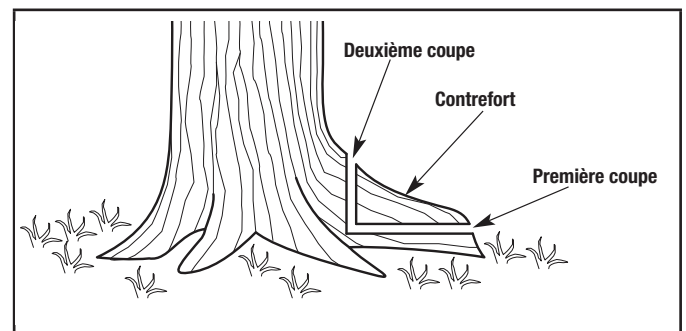

Figure 10
1. Faites une coupe horizontale dans tous les contreforts (Fig. 10). Pour éviter que le guide-chaîne ne soit pincé par le poids du bois, effectuez toujours cette coupe en premier.
2. Faites une coupe verticale dans la racine de tous les contreforts (Fig. 10).